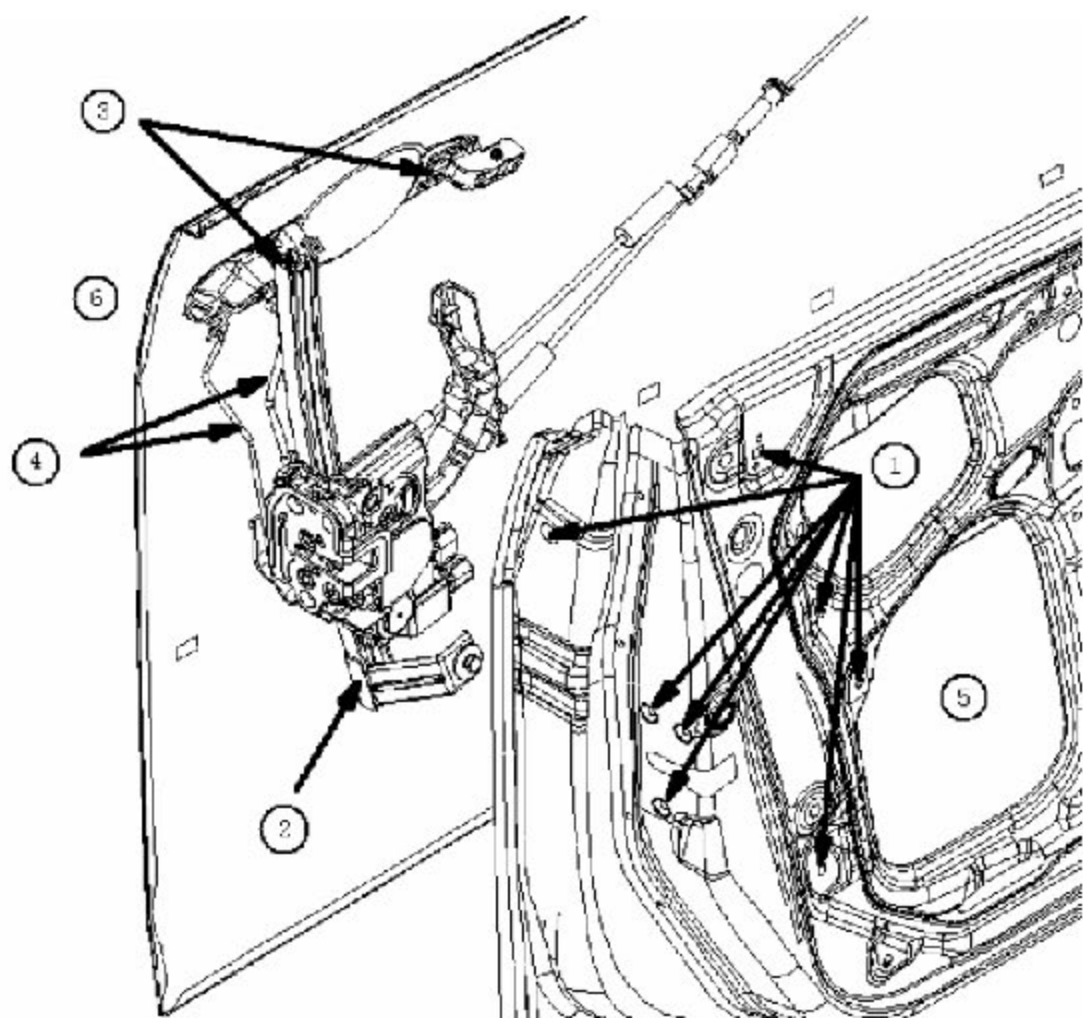

图2 左前门铰链周边局部放大图
- ① 拆下如图 2 所示位置的螺钉和螺栓，需要的话要先拆下相应的贴片和堵盖；
- ② 扯下玻璃导轨里的玻璃泥槽，拆下玻璃导轨；
- ③ 透过贴片孔拆下外把手上的两个螺栓，取下外把手的前后护板；
- ④ 拔掉拉杆上的塑料衬套；
- ⑤ 通过车门内外板上的过孔将锁体和外把手取出。